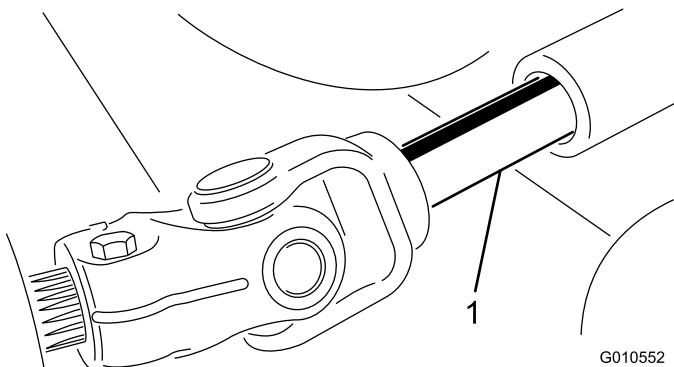

Figura 20
5. Allontanate l'apparato di taglio dal trattorino, separando le sezioni maschio e femmina dell'albero della presa di forza (Figura 20).
- Inserite l'albero della presa di forza maschio nell'albero della presa di forza femmina (Figura 20).